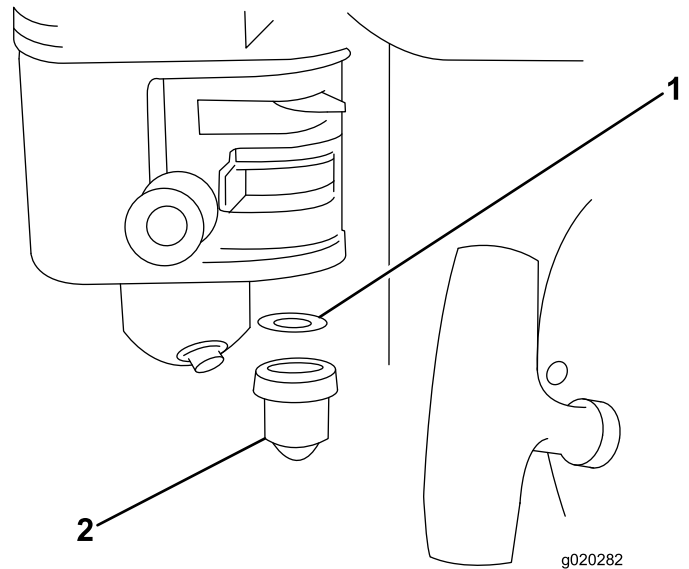

Figure 17
4. Déposez la cuvette de décantation et le joint torique (Figure 17).